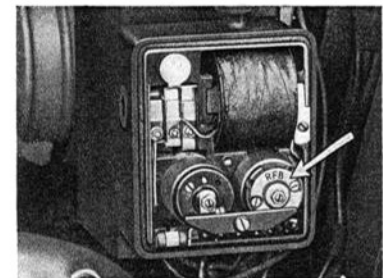

Bild 225. Prüfregler zusammen mit getrenntem Rückstromschalter in Spulenkasten eingesetzt
3. Um festzustellen, ob der Vorschaltwiderstand schadhaft ist, bei KS-, SB- und NZ-Modellen Prüfkoffer Nr. 0832 zusammen mit einem einzelnen Rückstromschalter (Ers.-T.-Nr. 02164) in Spulenkasten so einsetzen, daß Beobachtungsausschnitt nach oben liegt. Regler- und Rückstromschalter mit Kontakt- und Haltebrücke festklemmen (siehe Bild 225).